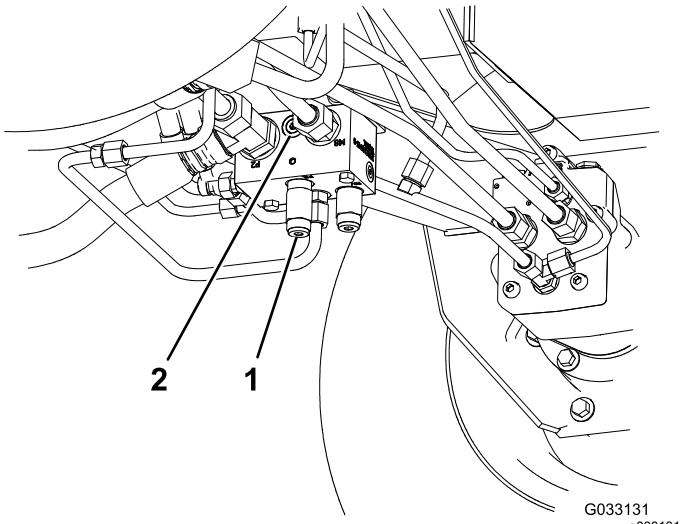

Bild 61
- Toro Bestellnummer 340-77, Hydraulikanschlussstück (2)
1. Installieren Sie das Diagnose-Anschlussstück in dem unmarkierten Anschluss zwischen den Anschlüssen M8 und P2 am Heckantriebverteiler (Bild 61).